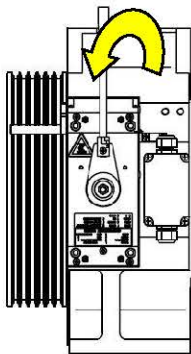

图 8-1-1 松闸手柄链接示意图
- 2) 按照（图 8-1-1）方法分别与左右制动器链接;向左或向右旋转松闸手柄（8-1-2），即可将制动器打开。